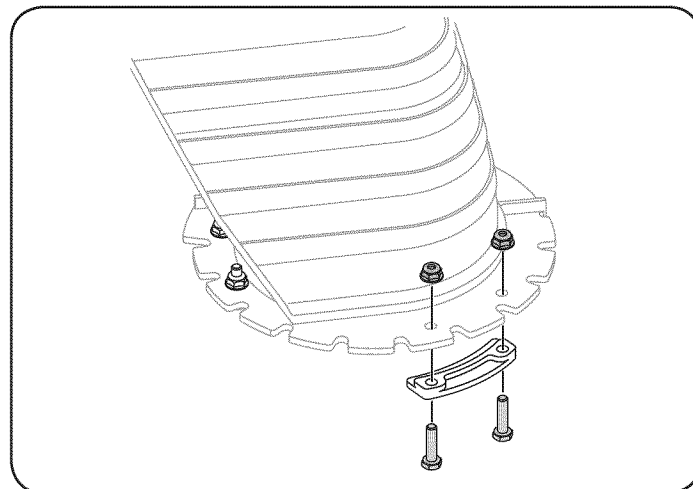

Figura 3
1. Retire las tuercas de bloqueo y uno de los tornillos que fijan la brida de mantenimiento de la tolva a la asamblea. Afloje los tornillos de los otros dos de mantenimiento de la brida. Véase la Figura 3.